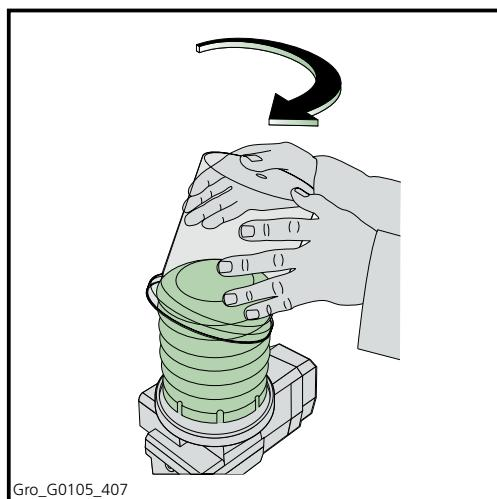

Fig 4.8 Posizionamento della calotta di protezione
5. Pulire la calotta di protezione, posizionarla sulla cartuccia (Fig 4.8) e avvitarla sulla pompa ruotandola verso destra (in senso orario).